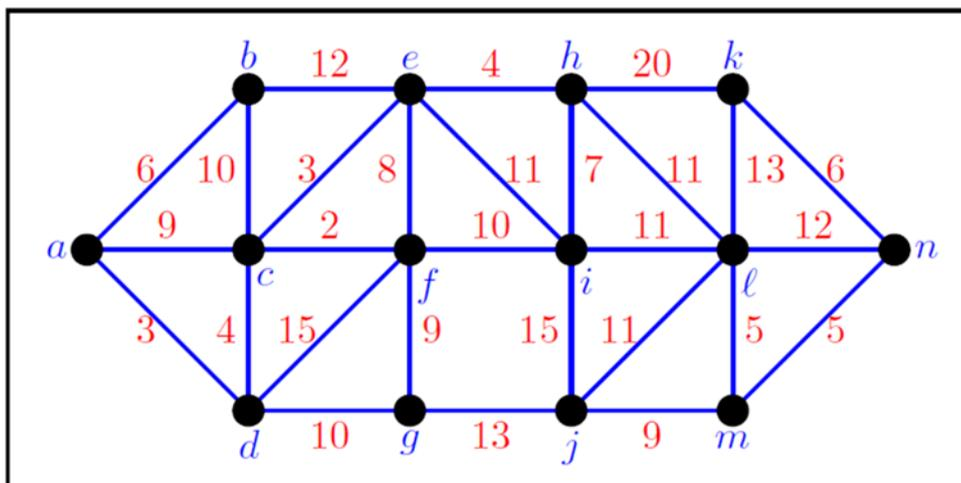

Figura 1
3.3 El siguiente plano (figura 1) muestra los puntos de conexión y las posibles líneas telefónicas en una urbanización. La zona quedará comunicada cuando dos puntos cualesquiera estén conectados. En rojo está indicado el precio de cada línea en miles de euros. Calcular el diseño de la red más barata que conecte la zona usando el algoritmo de Kruskal. (3 puntos)